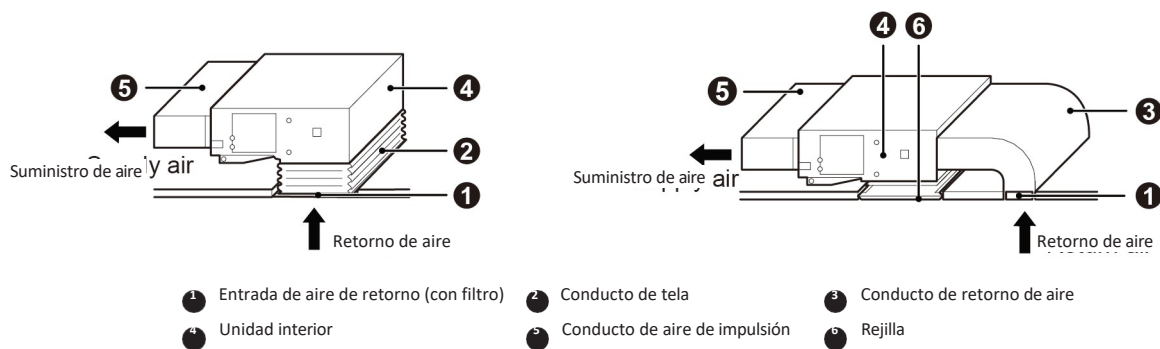

Fig. 4.24
- Seleccione el método de instalación adecuado en función de las necesidades reales de construcción y mantenimiento; véase la fig. 4.24.